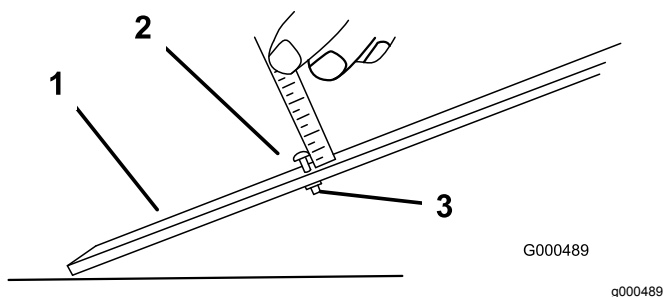

Рисунок 50
3. Ослабьте гайку измерительной планки (Рисунок 50) и установите регулировочный винт на необходимую высоту скашивания. Расстояние между нижней частью головки винта и лицевой поверхностью планки равно высоте скашивания.